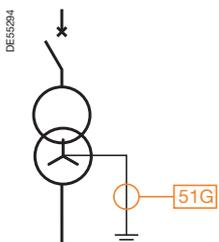

Fig. 100. Protección de fallo a tierra de neutro.
- Protección de fallo a tierra de neutro (ANSI 51G) si el sistema eléctrico aguas abajo está conectado a tierra en el transformador (fig. 100).